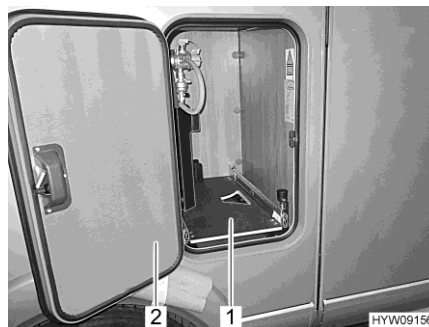

Bild 117 Gaskastenauszug
- Klappe (Bild 117,2) zum Gaskasten öffnen.
- Gaskastenauszug (Bild 117,1) herausziehen, bis der Knauf wieder einrastet. Der Gaskastenauszug ist jetzt in dieser Stellung arretiert.